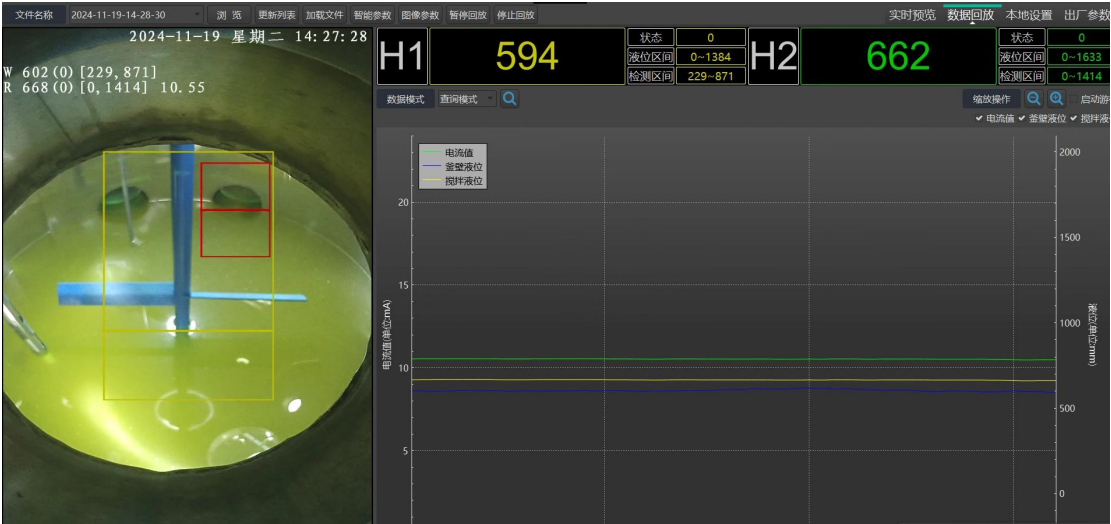

图 26 开始回放
(7) 点击 **开始回放**，即可回放选中的数据，如图 26 所示，点击 **暂停回放**、**停止回放** 可以控制回放的暂停与停止。